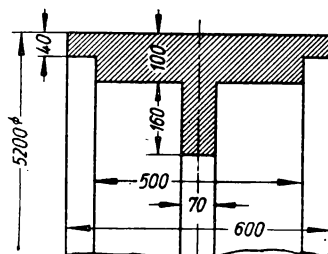

Bild 99
**239.** Der Kranz eines Riemenscheibenschwungrades (Bild 99) von 5200 mm Außendurchmesser hat die gegebenen Maße. a) Welchen Abstand von der Drehachse hat der Schwerpunkt des Kranzquerschnitts? b) Wie groß ist der Rauminhalt des Kranzringes und c) sein Gewicht? Die Wichte von Grauguß ist  $7,2 \text{ kg/dm}^3$ .